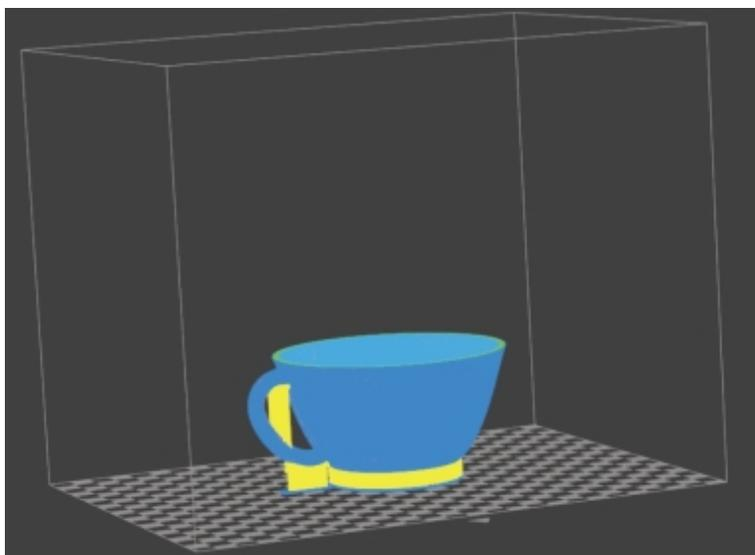

图7-2-28 打印预览
③按本项目任务一的参数设置打印参数。
④打印预览。其中蓝色部分为模型实体部分，黄色部分为支撑部分，如图7-2-28所示。